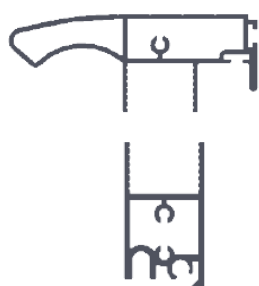

Figura 1
- Ordenar los perfiles según la sección a la que pertenezca y el tipo de panel (panel fijo (figura 1), panel móvil (figura 2) y panel cadena (figura 3)). Ordenar también los cristales y limpiar los cantos con alcohol.